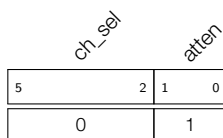

图 39-16. SAR ADC1 cmd1 配置示例
- 扫描 SAR ADC1 的通道 0，且衰减配置为 2.5 dB（见图 39-16）。